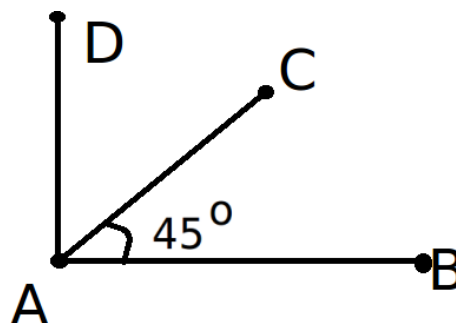

Figura 4
7. Mediu-se, em torno de um ponto A, de um corpo, conforme apresentado na Figura 4, os comprimentos  $AB = 10$  cm,  $AC = 3$  cm e  $AD = 2$  cm. Após terem sido feitas estas medições, este corpo foi submetido à ação de carregamento externo, constatando-se as seguintes variações de comprimentos nestes segmentos: os segmentos  $AB$  e  $AC$  sofreram alongamentos de 0.2 mm e 0.03 mm, respectivamente, e o segmento  $AD$  sofreu um encurtamento de 0.08 mm.